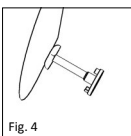

Fig. 4
■ **Fig. 4** La parte a punzone del sizer serve come appoggio sulla platina della staffa durante la misurazione. La parte a disco è destinata a poggiare contro la membrana timpanica. Per determinare la lunghezza della protesi, si deve tenere conto dello spessore dell'innesto (per es. disco cartilagineo) che in seguito servirà da rivestimento sulla membrana timpanica. Trovata la lunghezza ottimale, si può impostare la lunghezza corrispondente della protesi totale.